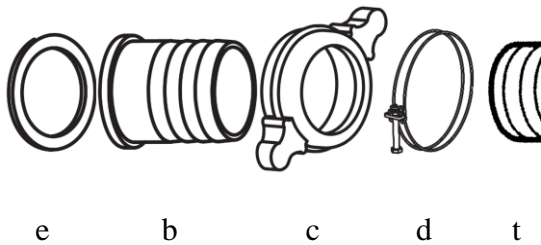

Fig. 5
- La figure 5 illustre l'ordre de placement des pièces pour fixer avec succès le tuyau d'aspiration à l'entrée d'aspiration (9) de la pompe à eau.
- Comme pour le raccordement du tuyau d'aspiration, raccordez le tuyau de refoulement à l'aide d'un autre jeu de raccords (joint, adaptateur de tuyau, collier adaptateur et collier de serrage). Reportez-vous à la figure 5 pour plus de détails.